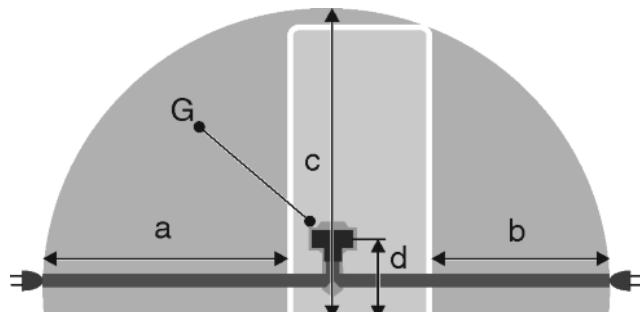

Fig. 46
- Розетка находится вне зоны задней стенки в данной зоне. Fig. 46 (a, b, c)
- Штекер устройства Fig. 46 (G) подсоединить с задней стороны устройства. Следить за правильной фиксацией.